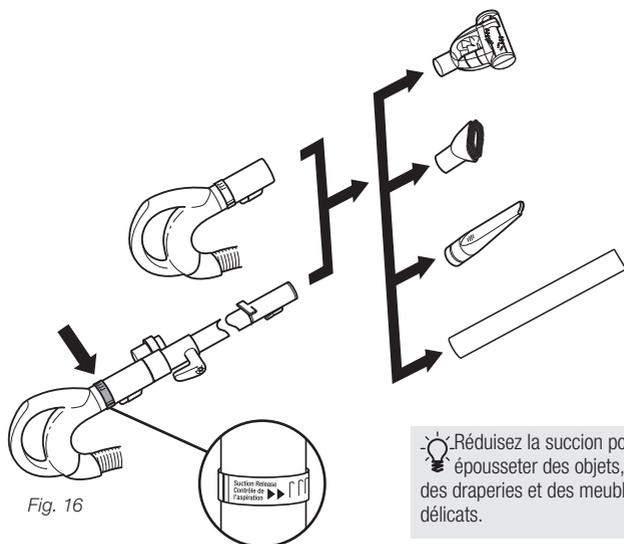

Fig. 16
- 2 Fixez l'accessoire désiré à l'extrémité de la poignée ou du tube rallonge. (Fig. 16)
- 3 **La succion de votre aspirateur est très puissante. Réglez la puissance d'aspiration en modifiant la position de la bague de réglage de la succion située sur la poignée. Ouvrez la soupape (a) en faisant tourner la bague de 90° dans le sens contraire des aiguilles d'une montre afin de réduire la puissance d'aspiration lors du nettoyage léger de surfaces délicates et des draperies. Fermez la soupape (b) en faisant tourner la bague de 90° dans le sens des aiguilles d'une montre afin d'augmenter la puissance d'aspiration et lors de l'utilisation de la brosse motorisée portable. (Fig. 16)**